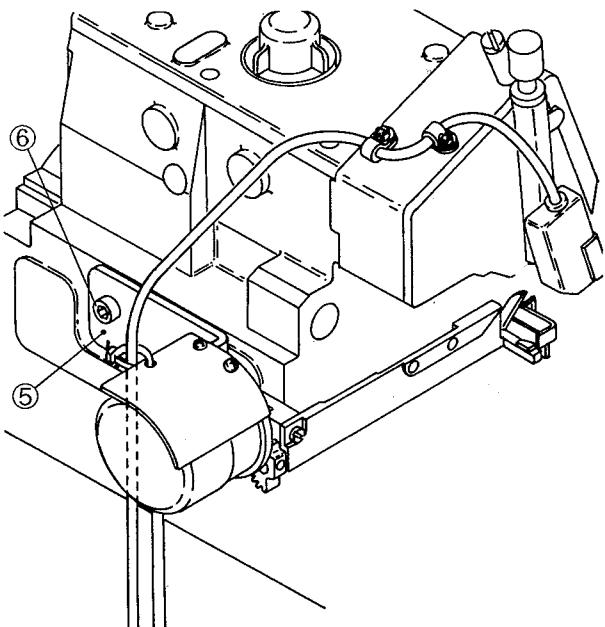

図9
- 3) 駆動ギヤ④と従ギヤ①にわずかなガタができるようソレノイド取付板⑤を止メネジ⑥2個で締めてください。(図9)